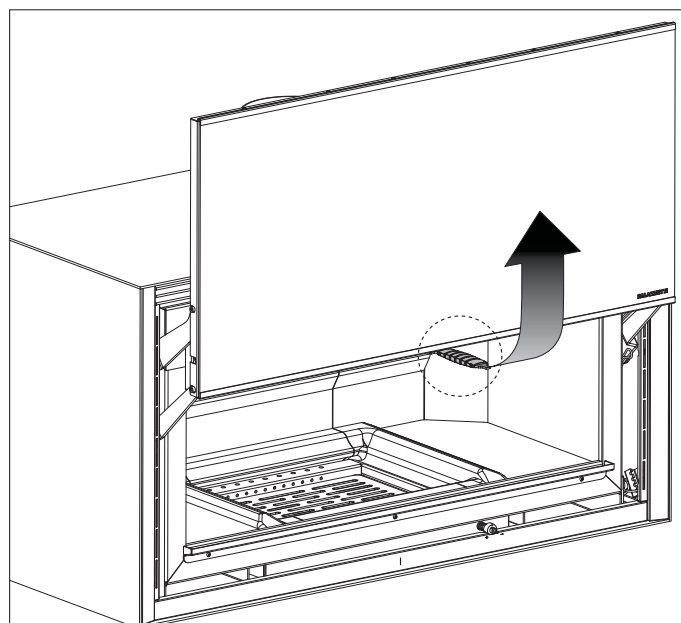

fig. 6.2
- ouvrir la porte du feu en introduisant la clé fournie dans le crochet d'ouverture central (fig. 6.2), et en tirant vers soi. Attention ! un système doté de ressort aura tendance à soulever automatiquement le vantail.